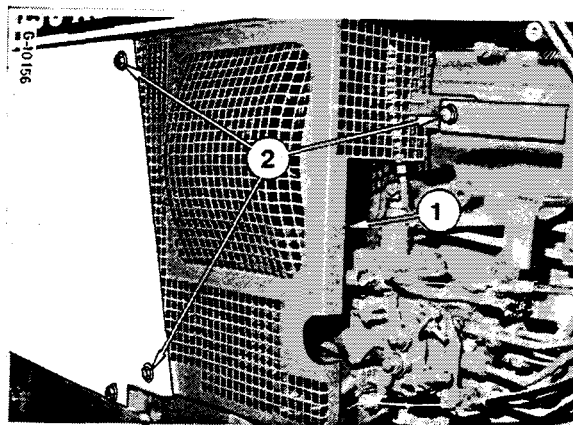

Figure 77
Les grilles de protection (1) Fig. 77 doivent être déposées lors de certaines opérations d'entretien. Enlevez à cet effet les vis de fixation (2).